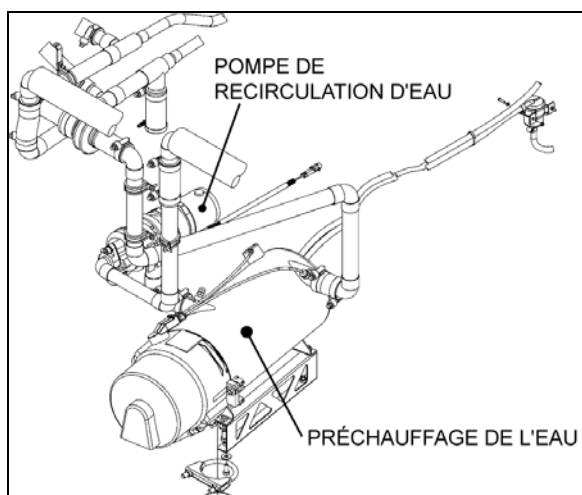

FIGURE 59 : EMBLACEMENT DE LA POMPE DE CIRCULATION – SYSTÈME DE CVC CENTRAL DES SÉRIES X3
- Séries X3 – Compartiment du préchauffeur de liquide de refroidissement (Figure 59)